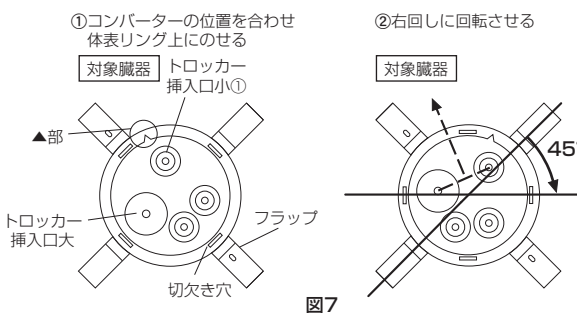

図7
- 13.気腹操作を行う場合はコンバーターを装着する。コンバーターの装着は、コンバーターの切欠き穴をフラップの位置に合わせるようにコンバーターを体表リングの上に置き(図7左)、右回しに止まるところまで約45°回転させ固定する。(図7右)コンバーターを装着した時に臓器がトロッカー挿入口大とトロッカー挿入口小①のほぼ垂直二等分線上に位置する(図7右)ためには以下を行う。
- ・切欠き穴をフラップの位置に合わせるときに、コンバーターの▲部を対象臓器方向に合わせる。(図7左)
- ・コンバーターを45°回転させて固定(図7右) 取り外す場合は、左に回す。